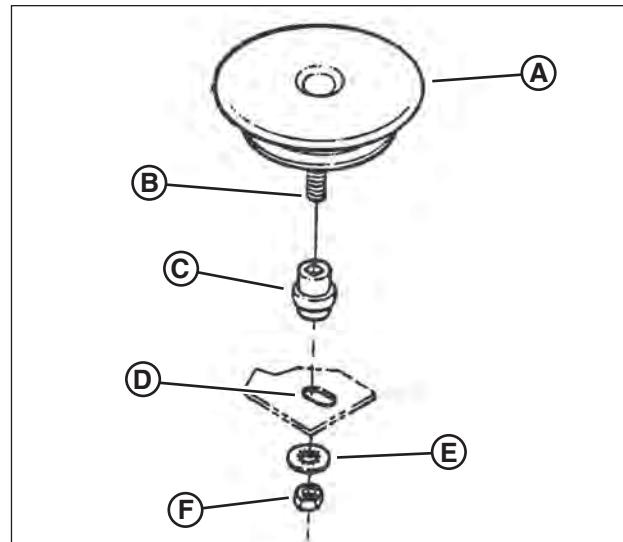

Figure 34 : Enlever le disque d'entraînement
5. Retenir l'extrémité rainurée du boulon du disque d'entraînement (**B**, Figure 34) avec un tournevis et enlever l'écrou (**F**) et la rondelle à denture interne (**E**).